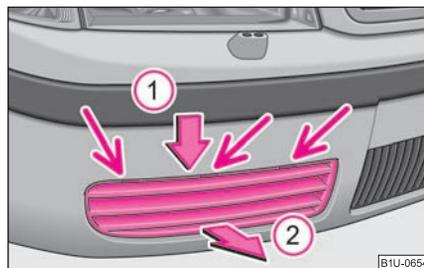

Fig. 173 Pare-chocs avant: Grille de protection de l'oeillet de remorquage ▶
L'œillet avant de remorquage est soudé derrière le pare-chocs à droite ⇒ page 196, fig. 173. Le câble de remorquage ou la barre de remorquage ne doit être fixé(e) que sur cet œillet. La grille est fixée au niveau des flèches avec des ergots en plastique. Déposez la grille comme suit :
- Attrapez la grille au niveau de la partie supérieure des nervures. Poussez-la dans le sens de la flèche ① et sortez-la dans le sens de la flèche ② ⇒ page 196, fig. 173.